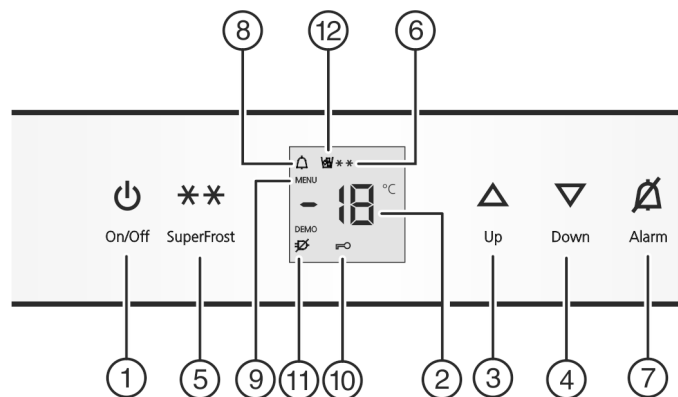

Fig. 2
▶ нажмите кнопку On/Off *Fig. 2 (1)*.
▶ Активация режима настройки: удерживайте кнопку SuperFrost *Fig. 2 (5)* прилб. 5 секунд.
▷ Символ меню *Fig. 2 (9)* горит.
▶ Коротко нажмите кнопку SuperFrost *Fig. 2 (5)* для подтверждения.
▶ Для включения защиты от детей коротко нажмите клавишу SuperFrost *Fig. 2 (5)*.
▷ Символ "Защита от детей" *Fig. 2 (10)* горит. На индикации мигает **c**.
▶ Для выключения защиты от детей коротко нажмите клавишу SuperFrost *Fig. 2 (5)*.
▷ Символ защиты от детей *Fig. 2 (10)* гаснет. На индикации мигает **c**.
▶ Выход из режима настройки: нажмите кнопку On/Off *Fig. 2 (1)*.
▶ Нажмите кнопку Alarm *Fig. 2 (7)*.
Одновременно мигает индикация температуры и символ тревоги *Fig. 2 (8)*.
Звуковой сигнал выключается автоматически, символ аварийного сигнала *Fig. 2 (8)* выключается и индикатор температуры перестает мигать, если температура снова становится достаточно низкой.
- ▶ Установка более высокой температуры: нажмите кнопку настройки Up Fig. 2 (3).
- ▶ Установка более низкой температуры: нажмите кнопку настройки Down Fig. 2 (4).